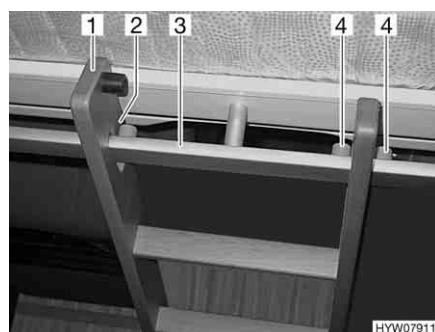
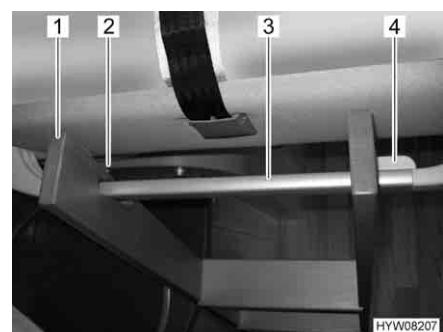

Fig. 88 Scaletta di accesso, agganciata
Fig. 89 Scaletta di accesso, agganciata (alternativa)
- Agganciare la scaletta di accesso (Fig. 88,1 o Fig. 89,1) con le due staffe (Fig. 88,2 o Fig. 89,2) nella barra di presa (Fig. 88,3 o Fig. 89,3) al letto basculante. A seconda del modello, durante l'agganciamento fare attenzione che il longherone della scala venga posizionato tra i due dispositivi di fissaggio (Fig. 88,4) o a sinistra vicino al dispositivo di fissaggio (Fig. 89,4). Questo serve a impedire che la scaletta di accesso scivoli di lato.
- Staccare la scaletta di accesso (Fig. 88,1 o Fig. 89,1) dalla barra di presa (Fig. 88,3 o Fig. 89,3) nel letto basculante.